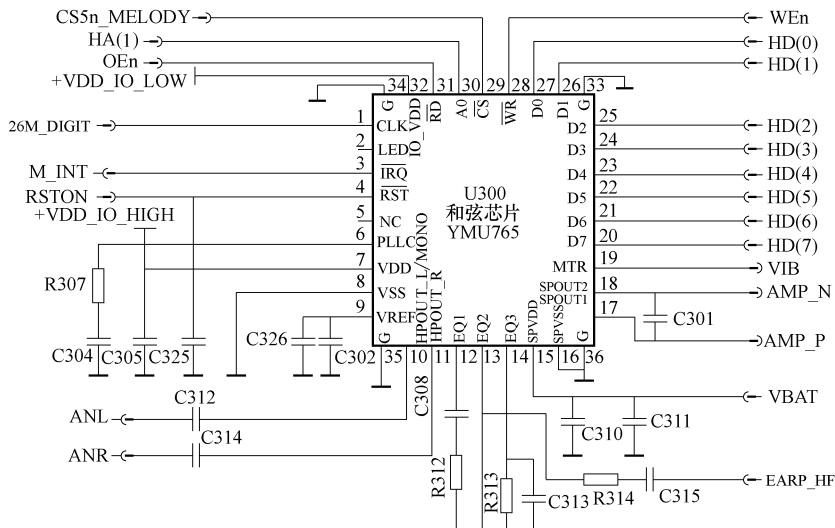

图 4-49 雅马哈 YMU765 和弦芯片的电路结构
目前手机市场有多种和弦控制芯片，其中日本的雅马哈、中国台湾的华邦和旺宏使用得较多。如图 4-49 所示，为雅马哈 YM765 和弦芯片的电路结构。
1) 英文符号的含义。下面，对我们对图 4-49 中重要的英文符号的含义作一简要的了解。
时钟信号。图 4-49 中 1 脚 26M_DIGIT 就是和弦芯片工作时的参考时钟信号，在这里作为音乐信号的比较时钟。
控制信号。在图 4-49 中有 3 个控制信号，即：29 脚的 CS5n_MELODY 片选控制信号，它来自 CPU，控制和弦 IC 内部的数字音频处理，包括数字音频解调与 D/A 转换等；31 脚的 RD/OEn 读控制信号，它也是来自 CPU；28 脚的 WR/WEn 写控制信号。这 3 个信号都是控制内部数字处理器工作的。
② 和弦铃声电路的工作原理。参见图 4-49。当和弦芯片 IC 满足了供电、时钟、复位、片选、读写等条件后，在 30 脚输入的 A0/HA 地址信号控制作用下，将 20~27 脚输入的数字音频信号进行数字音频解码、解密以及 D/A 转换后，再经过内部放大处理，然后就可以从该和弦 IC 的 10 脚、11 脚输出 ANL、ANR 和弦铃声信号，送到和弦喇叭，使之在手机来电时出现铃声。